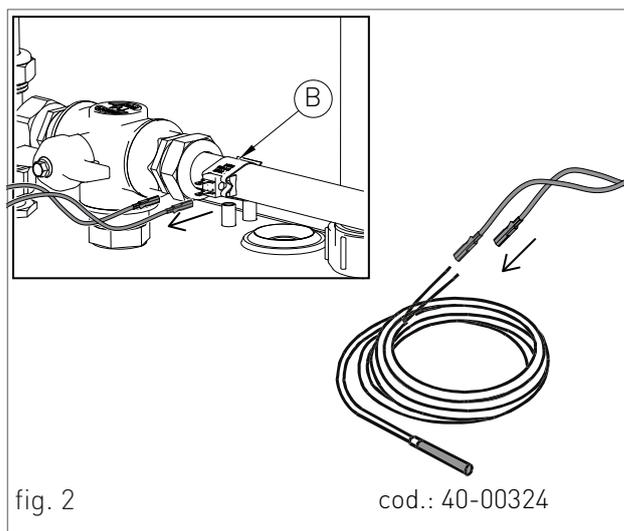

fig. 2
Per il posizionamento, operare come segue (vedi fig. 2):
- › Attivare la funzione ricircolo premendo contemporaneamente i tasti **R** e **-** del pannello comandi (fig.2). L'attivazione della funzione ricircolo è visualizzata nel display del pannello comandi con la comparsa del simbolo 'rc'.
- > Scollegare i due fastom dalla sonda ricircolo (vedi B-fig.2) e collegarli alla sonda opzionale per l'accumulo (cod.: 40-00324, vedi fig.2). Inserire la sonda per l'accumulo nel portasonda del serbatoio.
- › rimuovere il mantello frontale dello scaldabagno (vedi capitolo ACCESSO ALLO SCALDABAGNO); svitare le due viti e rimuovere il piastrino "A" (vedi fig. 2).
- › Una volta rimosso il piastrino effettuare i seguenti collegamenti sulla morsettieria "B" (vedi fig. 2).